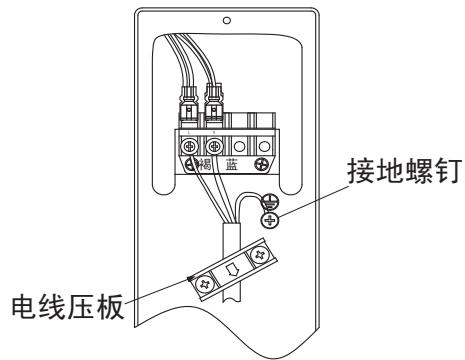

图24
- (1) 把室外机组中连接电缆按图24所示正确的牢固连接（紧固力矩为8~15kgf. cm）。
- (2) 用电线压板将连接电缆用螺钉紧固。（电线压板固定时，所示箭头必须向下）
- (3) 必须将黄/绿线如图24所示接至右侧板带有“⊕”标志的接地螺钉上。
- (4) 连接电缆不可以碰铜管的裸露部分及截止阀。